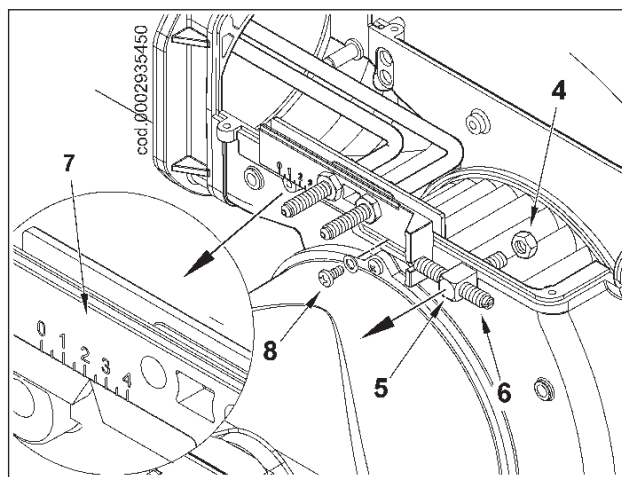

Рисунок 2
- 3) Открутите гайку 4, расположенную внутри корпуса горелки, снимите собачку (5) вместе с винтом (6) регулировки положения узла смесителя (рис. 2).
**Важная информация:** до выполнения вышеописанной операции запомните точное положение отметки подвижной пластинки (7) относительно индикатора на корпусе горелки. После окончания операций по обслуживанию это позволит поместить узел смесителя в то же положение, на которое он был ранее отрегулирован.